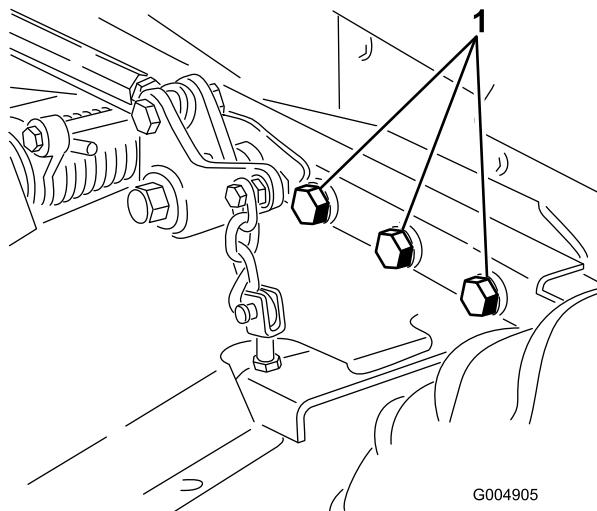

図 77
- ボルトナット類にゆるみながいか点検し、必要な締め付けを行う。特に、刈り込みデッキをトラクションユニットに固定しているボルト（6本）については、確実にトルク締めする（359 N·m=36.6 kg·m=265 ft-lb）（図 77）。